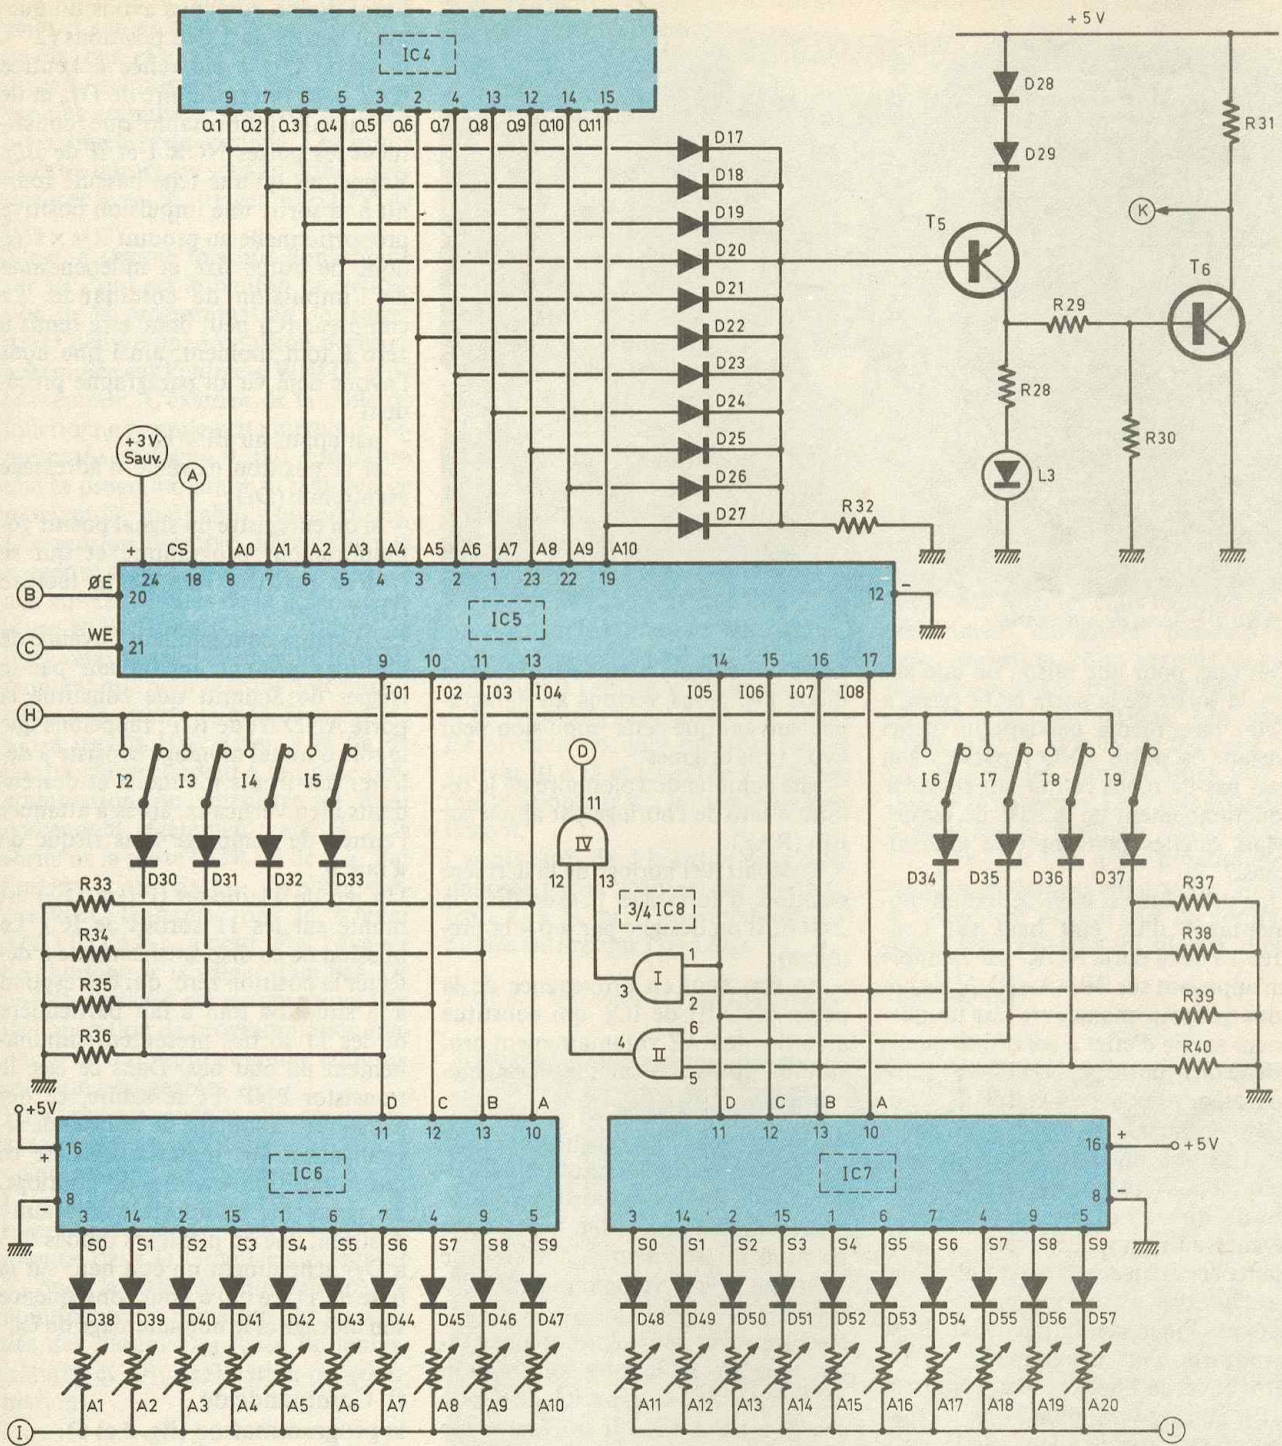

Fig. 6 Mémorisation et décodage.
g) Programmation de la mémoire (fig. 6)
h) Lecture de la mémoire (fig. 6)
i) Décodage de sorties (fig. 6)
Notons que les entrées « RAZ » des NE 555 sont réunies en un point commun K lui-même relié au collecteur de T₆ (voir figure 6). Lorsque l'horloge occupe une position autre que zéro, le transistor T₆ est bloqué et le collecteur présente un état haut ; les NE 555 fonctionnent normalement dans ce cas. En revanche, si l'horloge est sur la position zéro, T₆ est saturé et son collecteur présente un état bas ; les sorties des NE 555 sont alors bloquées à un état bas de repos. Il ne peut donc y avoir de son sur la position zéro de l'horloge ; cette disposition évite la présence d'un son continu sur les deux haut-parleurs, lorsque l'orgue est au repos. Il s'agit en fait d'une sécurité supplémentaire